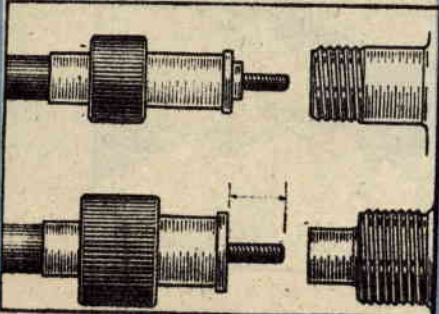

Fig. 10
**Fig. 10 - SPORGENZA DELL'ALBERO FLESSIBILE.** Assicuratevi che l'albero flessibile non abbia a sporgere dalla guaina più di 9 millimetri. Un eccesso di sporgenza comprimerà l'albero contro la guaina impedendone la libera rotazione.